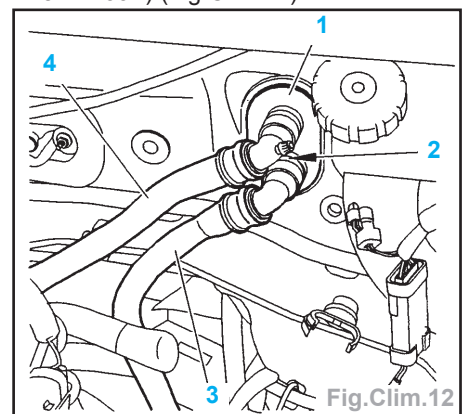

Fig.Clim.12
- Pincer les durits (3) et (4) (pinces durits réf. 4153T) (Fig.Clim.12).